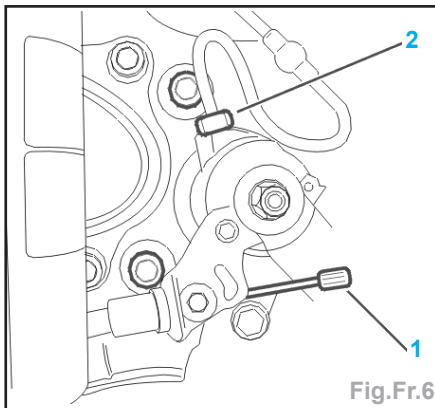

Fig.Fr.6
- Décrocher le câble de frein à main (1) (Fig.Fr.6).